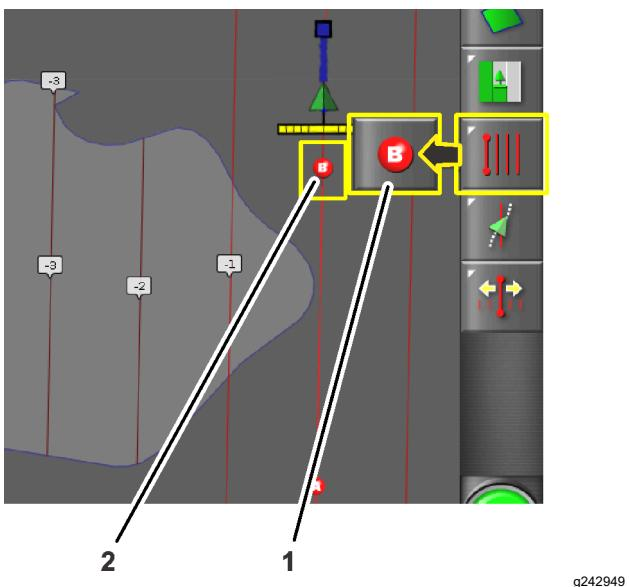

図 13
6. マシンをフィールド境界の反対側に移動し、ABガイドラインが(図 13)を参照する位置まで移動します。
7. セットポイントBアイコン図 13を押します。